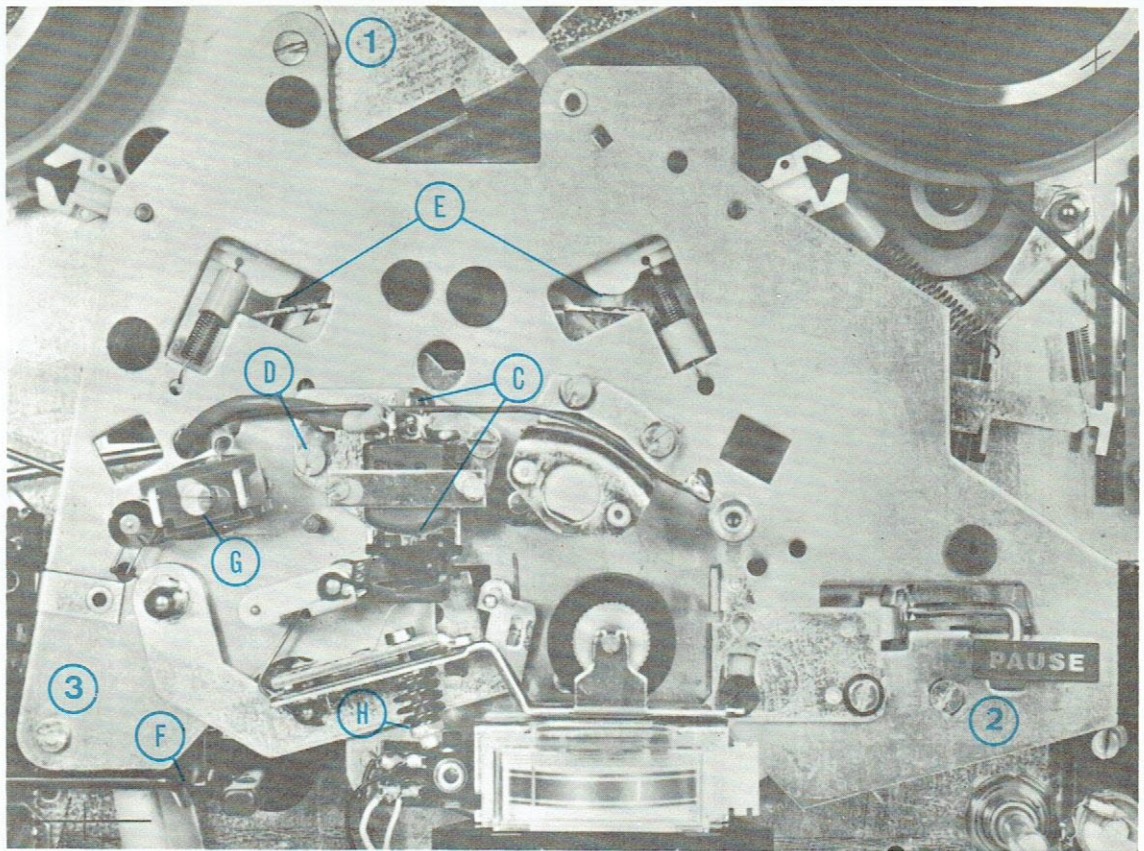

Fig. 5 Présentation de la plaque support de têtes
Dévisser les trois vis de fixation ①, ②, ③ (Fig. 5) de la plaque support de têtes. Décrocher de l'équerre de la poulie à friction, la tige de traction et le ressort de traction, retirer la plaque support de têtes du cabestan en la soulevant vers le haut (le roulement prismique en matière synthétique du cabestan demeure dans la plaque support de têtes).
Poser la courroie d'entraînement, d'abord au volant dans la rainure supérieure, ensuite à la poulie d'inversion dans la rainure inférieure (commutateur de vitesse enclenché à 19 cm/s). Replacer la bascule de commutation en vérifiant que la courroie d'entraînement repose bien dans les deux évidements. Maintenant replacer la plaque support de têtes sur le cabestan, raccrocher la tige de traction et le ressort de traction. Contrôler que la plaque repose bien sur ses supports, et que le levier du clavier à touches se trouve devant le poussoir (F) de la plaque. Revisser les vis dans l'ordre ①, ②, ③ comme indiqué à la Fig. 5.
La tête d'effacement peut être déplacée en hauteur à l'aide d'une vis pointeau (G) Fig. 5. Elle doit être réglée de telle façon que le coin supérieur de l'entrefers se trouve à env. 1/10 mm au-dessus du bord supérieur de la bande.